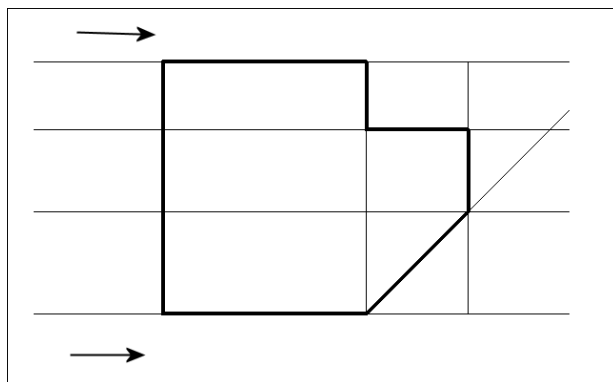

Fig.4.12
- **Sélectionner l'objet à ajuster** (Select object to trim) : pointer les parties de lignes à couper, soit celles situées au-dessus de A et au-dessous de B. Appuyer ensuite sur Entrée pour terminer (fig.4.12).